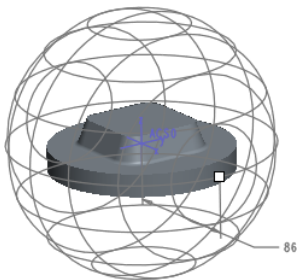

图 3.1.10 定义退刀球面
- ☑ **球面** 选项：为退刀定义一个球面，用户需要选择一个坐标系或点作为参考并输入必要的半径数值，图 3.1.10 所示为退刀球面的效果。